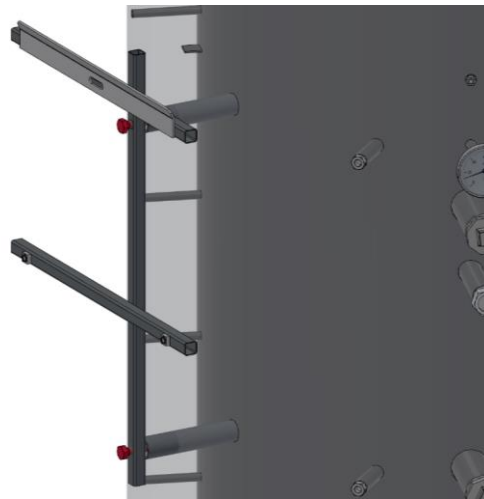

Abbildung 2
- Halterung an den dafür vorgesehenen Befestigungspunkten anbringen und lose verschrauben, siehe Abbildung 2.
- Befestigungsschrauben der Halterung am Puffer festziehen, siehe Abbildung 2.